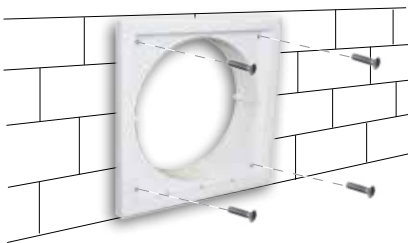

fig.3
- 4 Fissare la parte posteriore della griglia alla parete con viti 4x30 incluse. (vedi fig.3)